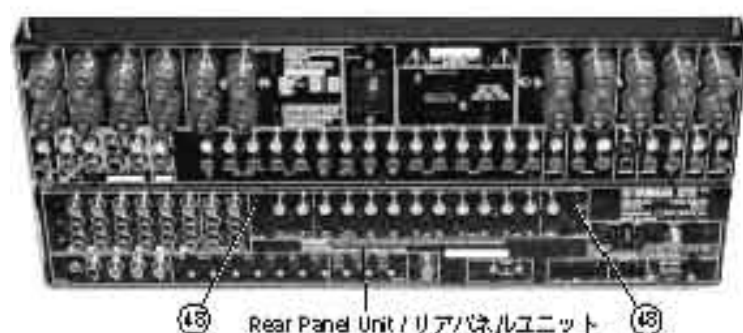

Fig. 22
- Remove 2 screws (⑥). (Fig. 22)
- Remove the Rear Panel Unit. (Fig. 22)
- ⑥のネジ2本を外します。(Fig. 22)
- リアパネルユニットを取り外します。(Fig. 22)